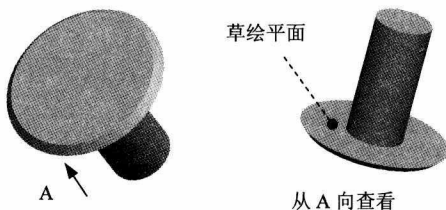
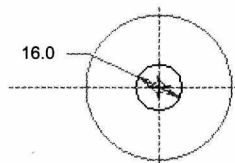

图 1.5 拉伸特征 1
图 1.6 截面草图
(3) 定义旋转属性。在操控板中选择旋转类型为 ，在角度文本框中输入角度值 360.0，并按回车键。
(4) 在操控板中单击“完成”按钮 ，完成旋转特征 1 的创作。
Step3. 创建图 1.5 所示的拉伸特征 1。在操控板中单击“拉伸”按钮 。选取图 1.5 所示的模型表面作为草绘平面，接受默认的参考平面，方向为 **顶**；绘制图 1.6 所示的截面草图，在操控板中定义拉伸类型为 ，输入深度值 35.0。单击  按钮，完成拉伸特征 1 的创作。